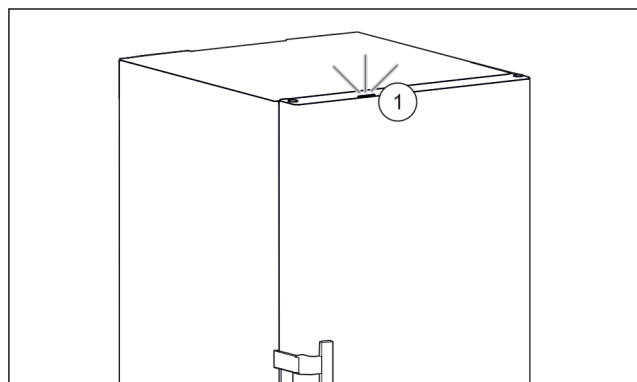

Fig. 61 Voyant d'état actif lorsque la porte est fermée
- ▶ Le voyant d'état Fig. 61 (1) est activé.